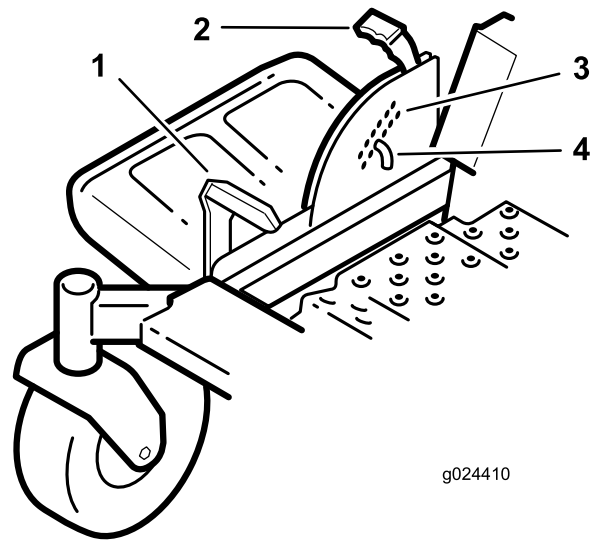

Figura 23
1. Pise el pedal de elevación de la carcasa y eleve la carcasa a la posición de bloqueo de transporte (que es también la posición de altura de corte de 114 mm [4½"]) (**Figura 23**).
2. Para ajustar la altura de corte, retire el pasador del soporte de altura de corte (**Figura 23**).
3. Seleccione el taladro del sistema de altura de corte que corresponde a la altura de corte deseada, e inserte el pasador (**Figura 23**).